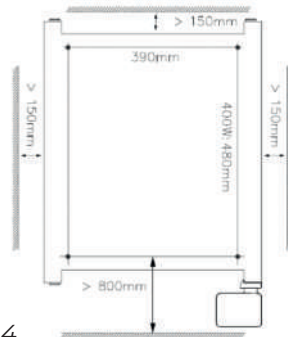

Figura 4
2. Coloque o dispositivo com uma distância mínima (Figura 4) de: